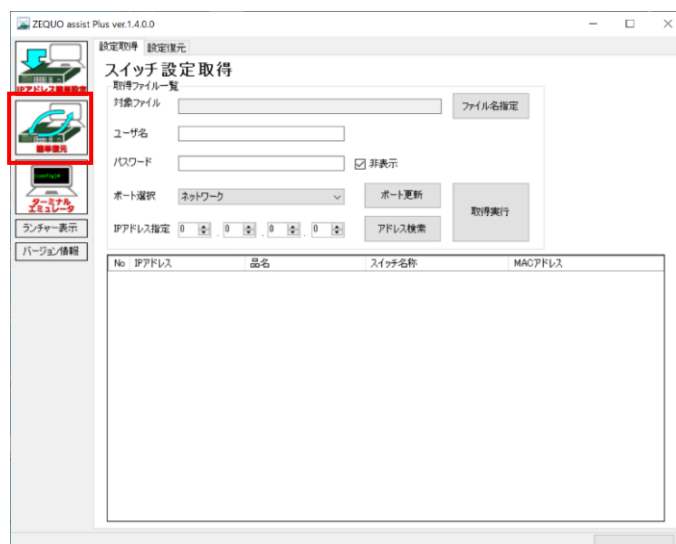
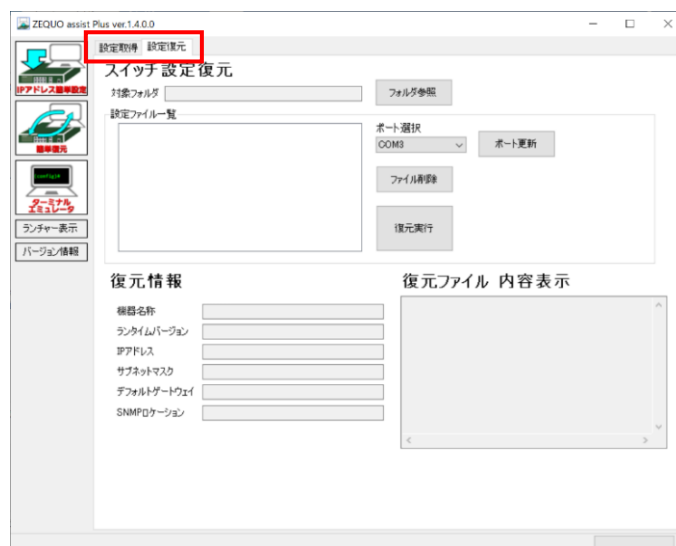

図 6-2-1 簡単復元画面
図 6-2-2 簡単復元画面 切り替え（設定復元）
3.4 項のスイッチシリーズ選択にて「MNO/XG/GA/FA/CiLIN シリーズ」を選択後、画面左側の一覧より「簡単復元」ボタンをクリックすると、図 6-2-1 の画面が表示されます。画面上部のタブを選択することにより、図 6-2-1 の「設定取得」または図 6-2-2 の「設定復元」画面へ切り替えることができます。